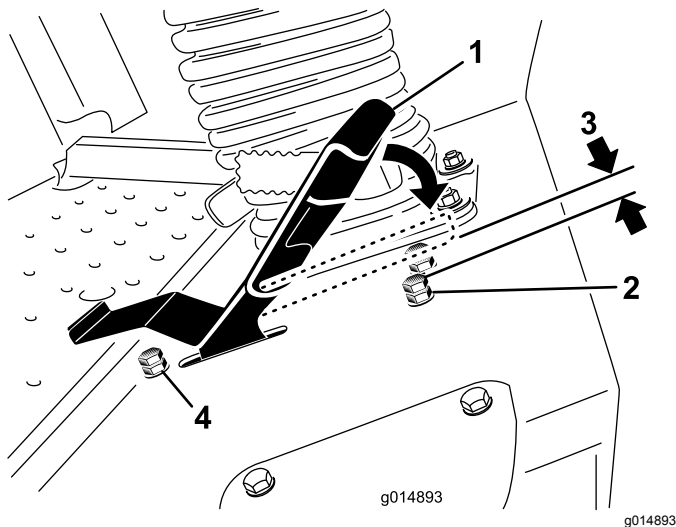

Figura 75
3. Afloje la contratuerca del perno de tope del pedal de tracción (Figura 75).